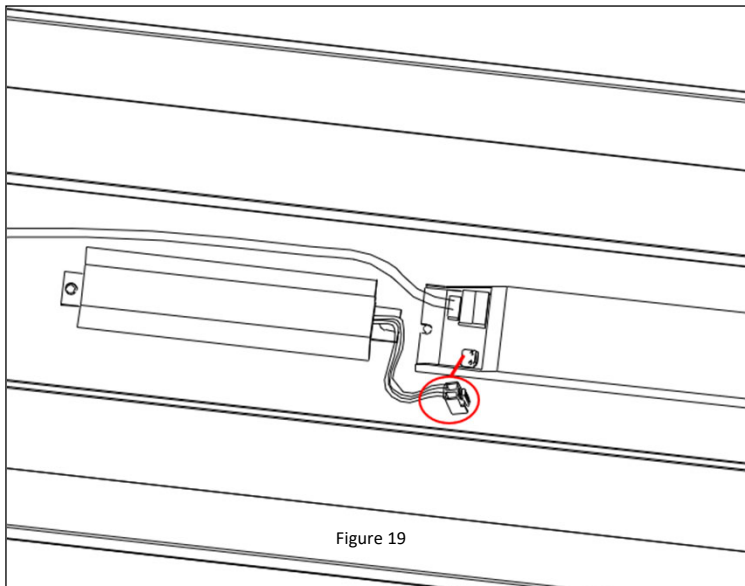

Figure 19
- Si vous installez un appareil d'urgence, vous devez connecter le module de secours de la batterie au conducteur d'urgence. **Reportez-vous à la Figure 19.**